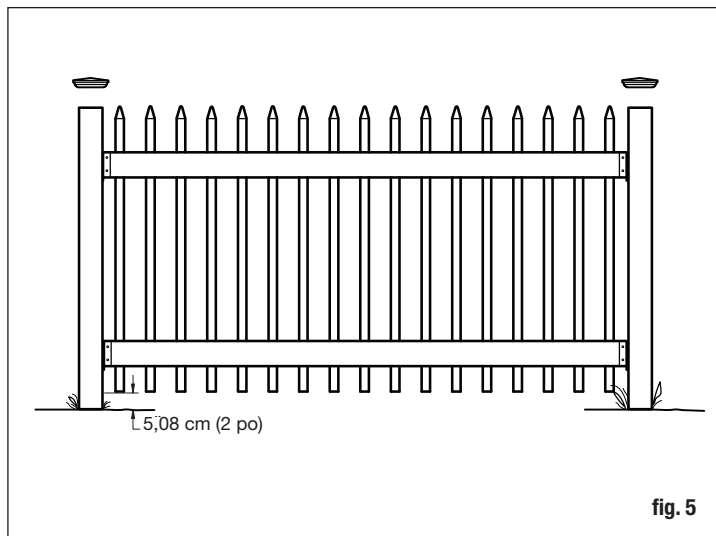

fig. 5
- Comenzando desde la esquina, mezcla el concreto en el primer orificio de acuerdo con las instrucciones de la bolsa. Mezcla completamente, instala el poste en el orificio y golpea el poste hasta la profundidad adecuada. Mide bien para asegurar que puedas instalar el panel terminado al poste con un espacio de aproximadamente 5.1 cm entre el suelo y la parte inferior del panel. También pudiera ser necesario dejar un espacio desde el punto más alto del panel hasta la parte superior del poste (fig. 5). El espaciado permite que el tope se instale en la parte superior del poste sin interferir con la baranda superior.